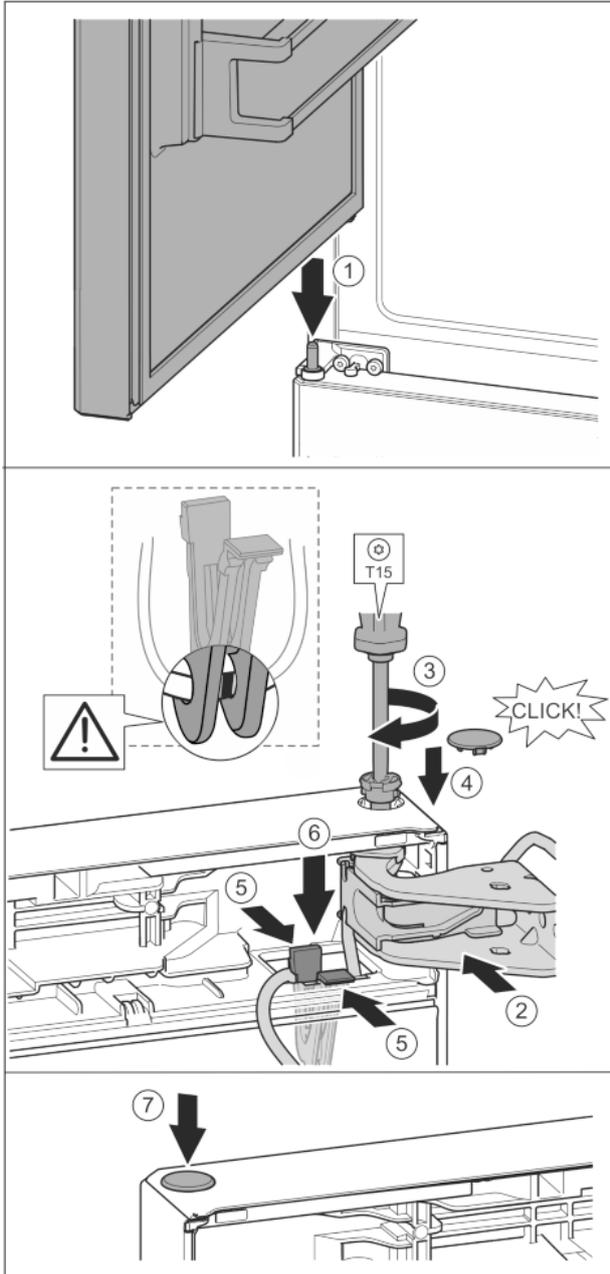

*Fig. 40*
- ▶ Stopfen vorsichtig mit einem Schlitzschraubendreher anheben und herausziehen. *Fig. 40 (1)*
- ▶ Tür von oben auf den unteren Lagerbolzen aufsetzen. *Fig. 40 (2)*
- ▶ Lagerbolzen Mitte durch Lagerbock Mitte in die untere Tür einsetzen. Dabei darauf achten, dass der Rastnocken nach hinten zeigt. *Fig. 40 (3)*
- ▶ Stopfen auf der anderen Türseite wieder einsetzen. *Fig. 40 (4)*